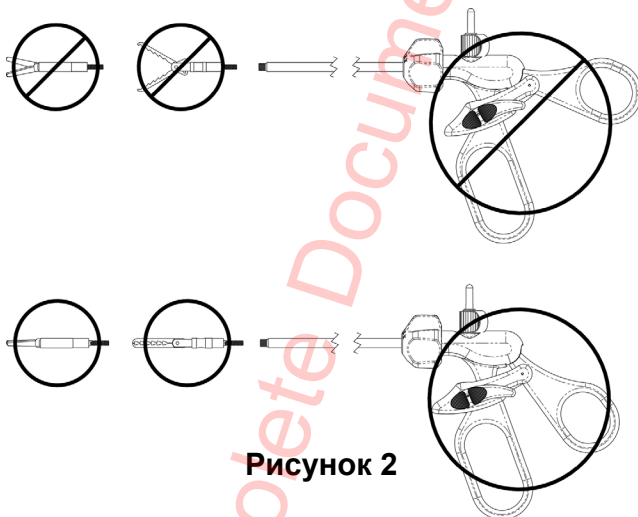

Рисунок 2
- Осторожно сближьте лезвия или бранши указательным и большим пальцами до полного смыкания (рисунок 2).